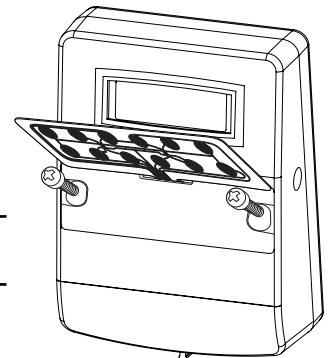

Abbildung 4
Die Eingabeeinheit 8130 wird mit loser Tastaturfolie geliefert (Abbildung 4).
3. Befestigen Sie die Eingabeeinheit mit den zwei Kreuzschlitzschrauben M4-0.7 aussen an die Tresortür (Abbildung 4).